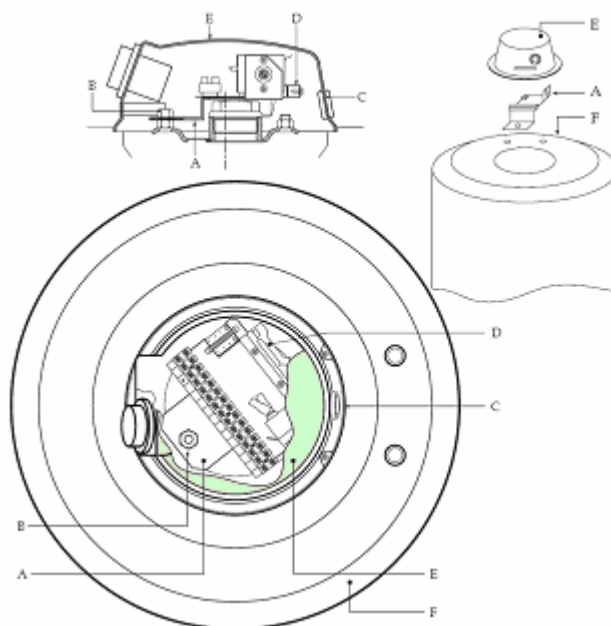

Рис. 1. Размещение комплекта блока приоритета под крышкой бойлера:
- 1) Выкрутите болты и поднимите крышку (E) (Рис. 1)
- 4) Установите уплотняющее кольцо (C) в отверстие (Рис. 1). Проденьте провод от комплекта в отверстие, потом присоедините его к клеммам платы бойлера.
- 6) Зафиксируйте кабель в кабельном канале (D).